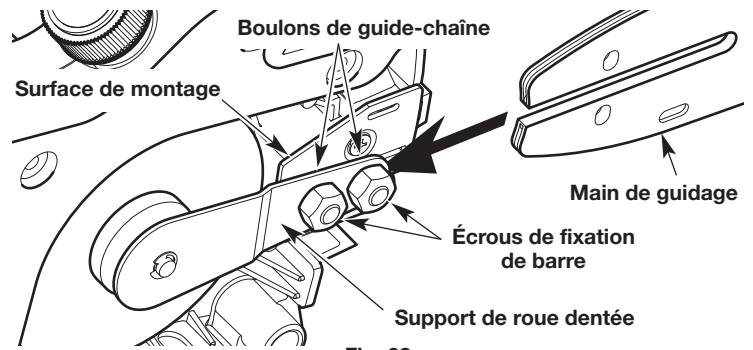

Fig. 28
6. Retirer la barre de guidage des boulons de la barre de guidage (Fig. 28).
2. Aligner la fente de la barre de guidage avec les boulons de la barre de guidage (Fig. 28). Insérer la barre de guidage entre le support de roue dentée et la surface de montage (Fig. 28). Faire glisser la barre de guidage complètement sur les boulons de la barre de guidage (Fig. 28).